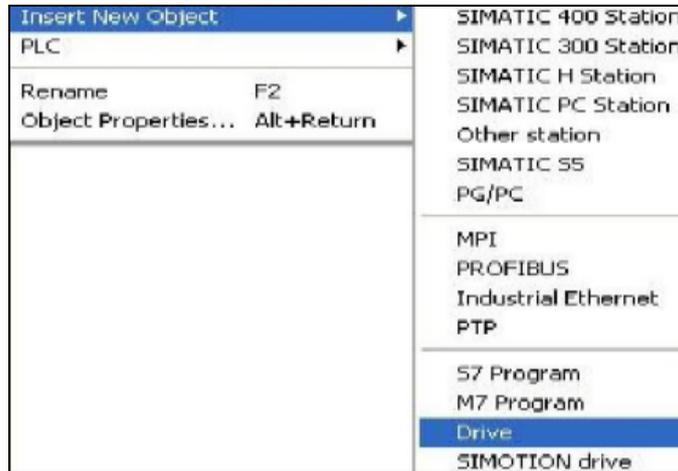

图 2-17 插入 Drive 变频器
- (1) 打开 STEP7 软件。
- (2) 依次选择 Options/Set PG/PC Interface 进行 PG/PC 设置。
- (3) 在 Set PG/PC Interface 窗口中，选中 CP5611 (PROFIBUS) 或 CP5512 (PROFIBUS)，点击诊断 Diagnostics/Test/Read，进行通讯口的诊断。
- (4) 右键点击项目，选择 Insert New Object，再选择 Drive，如图 2-17 所示。